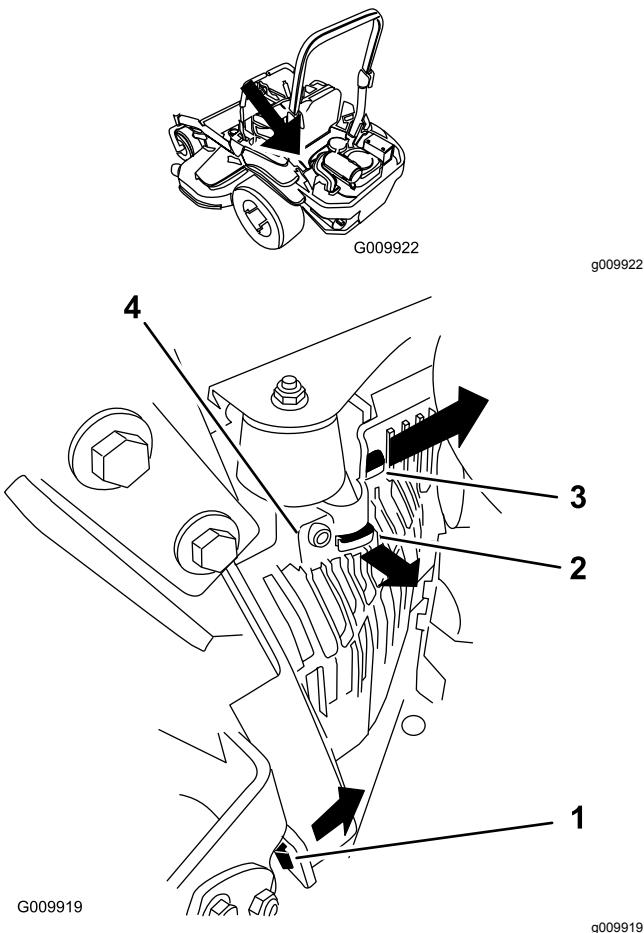

Figure 53
3. Déposez le capot de l'unité hydraulique gauche dans l'ordre indiqué à la Figure 53.
5. Montez le capot de l'unité hydraulique gauche (Figure 53).